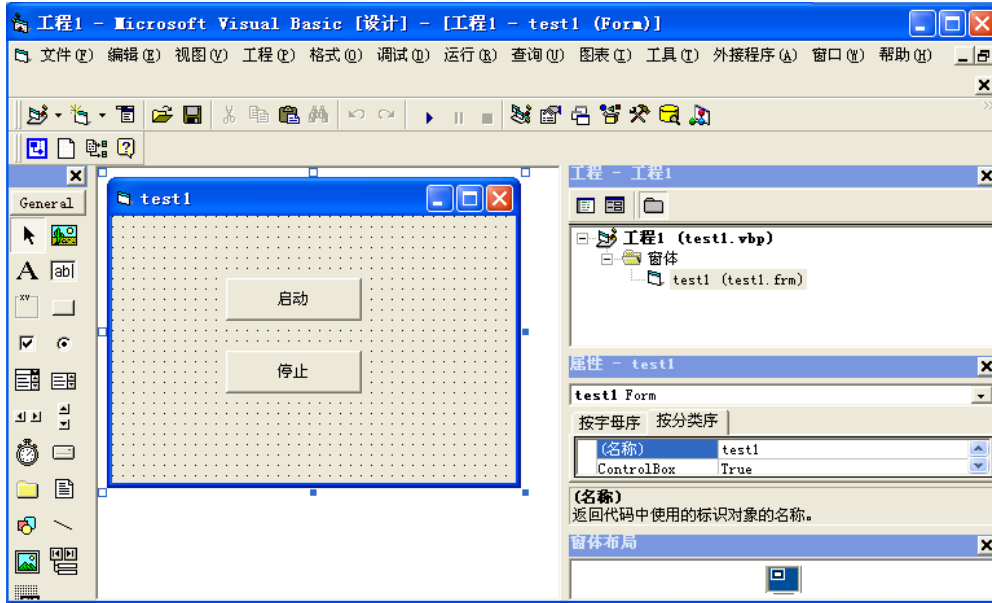

图 7-3 修改对话框（VB）
- (1) 在磁盘上新建一个目录，如 E:\test1
- (2) 打开 Visual Basic 6.0，新建一个“标注 EXE”工程，在对话框上添加按钮“启动”（名称修改为 CB_Start）和“停止”（名称修改为 CB_Stop），如图 7-3 所示：